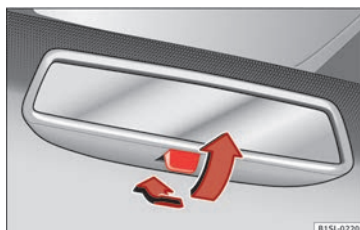

Bild 116 Backspegelns manuella avbländningsfunktion
- Dra spaken bakåt för att välja bländskyddsfunktionen » **bild 116**.